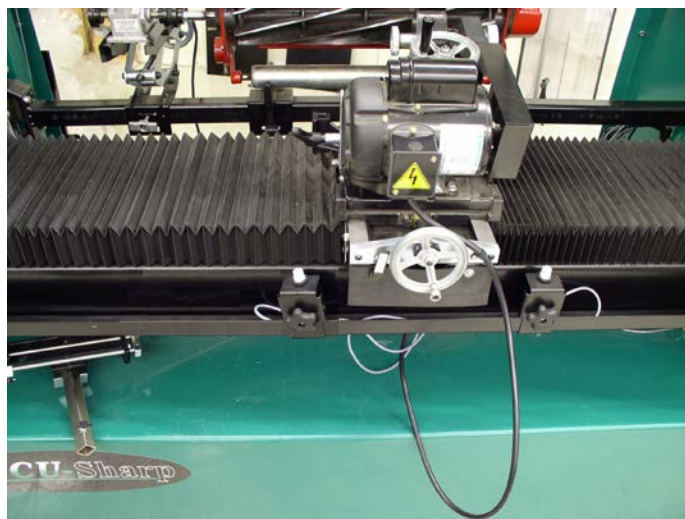

FIG. 65
K. Se la ruota per molatura va a contatto solo con una parte del cilindro, regolare il fermo di movimento laterale in modo che il carrello si sposti leggermente oltre l'area di contatto. Durante l'avanzamento in profondità, quando si ottiene il contatto completo della ruota in questa area, allontanare il fermo di movimento laterale di 150 – 200 mm (6 – 8"). Questo accelererà il processo di rettifica di un cilindro conico in cilindro reale. Vedere la FIG. 65.